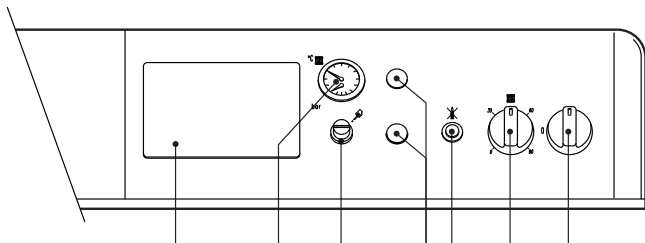

рис. 1 - Панель управления
- Переведите выключатель котла "7" в положение 1 (рис. 1).
Повернув рукоятку **6** на рис. 1 по часовой стрелке, температура воды в системе отопления повышается и наоборот. Температуру воды в системе отопления можно регулировать в пределах от 30° до 90°. Однако не рекомендуется эксплуатировать котел при температуре ниже 45°.
Задавая с помощью термостата температуры воздуха в помещении нужную температуру внутри помещения. При поступлении команды от комнатного термостата котел включается, обеспечивая нагревание воды в системе отопления до температуры, заданной регулирующим термостатом **6** di рис. 1. При достижении в помещении желаемой температуры котел выключается.